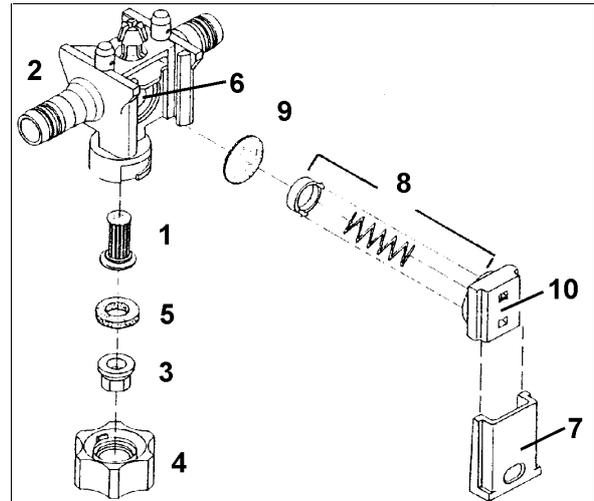

Bild 129
1. Kontrollera med jämna mellanrum monteringen för skjuthållaren (Bild 129/7). Tryck därvid in skjuthållaren i munstyckshuset (Bild 129/2) så långt som är möjligt med tumkraft. I nytt tillstånd får skjuthållaren under inga omständigheter tryckas in till anslag.
1. Montera munstycksfiltret (Bild 129/1) underifrån i munstyckshållaren (Bild 129/2).
2. Montera munstycket (Bild 129/3) i bajonettmuttrar (Bild 129/4).
3. Montera gummitätningen (Bild 129/5) på munstyckets ovansida.
Avlagringar i membransätet (Bild 129/6) är den vanligaste orsaken till att droppskyddet **inte fungerar korrekt** och ger efter droppning. Demontera och rengör droppskyddsventilen i fråga:
1. Dra ut skjuthållaren (Bild 129/7) ur munstyckshållaren (Bild 129/2) i riktning mot bajonettmuttern.
2. Ta ur fjäderelementet (Bild 129/8) och membranet (Bild 129/9).
3. Rengör membransätet (Bild 129/6).
Se till att fjäderelementet blir korrekt återmonterat (se bild). De förskjutna kanterna på fjäderhuset (Bild 129/10) ska ha den stigande profilen vänd mot ramprofilen.